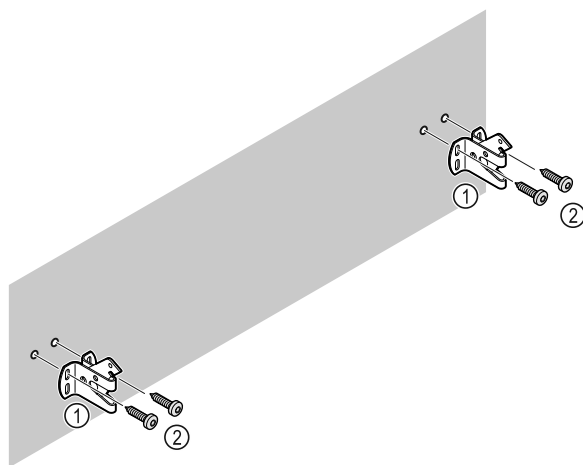

Fig. 10
Podle materiálu stěny (dřevo, beton) použijte vhodný upevňovací materiál (např. hmoždinky) a dostatek upevňovacích bodů Fig. 10 (2).
- ▶ Upevněte pojistné háčky. Fig. 10 (1)